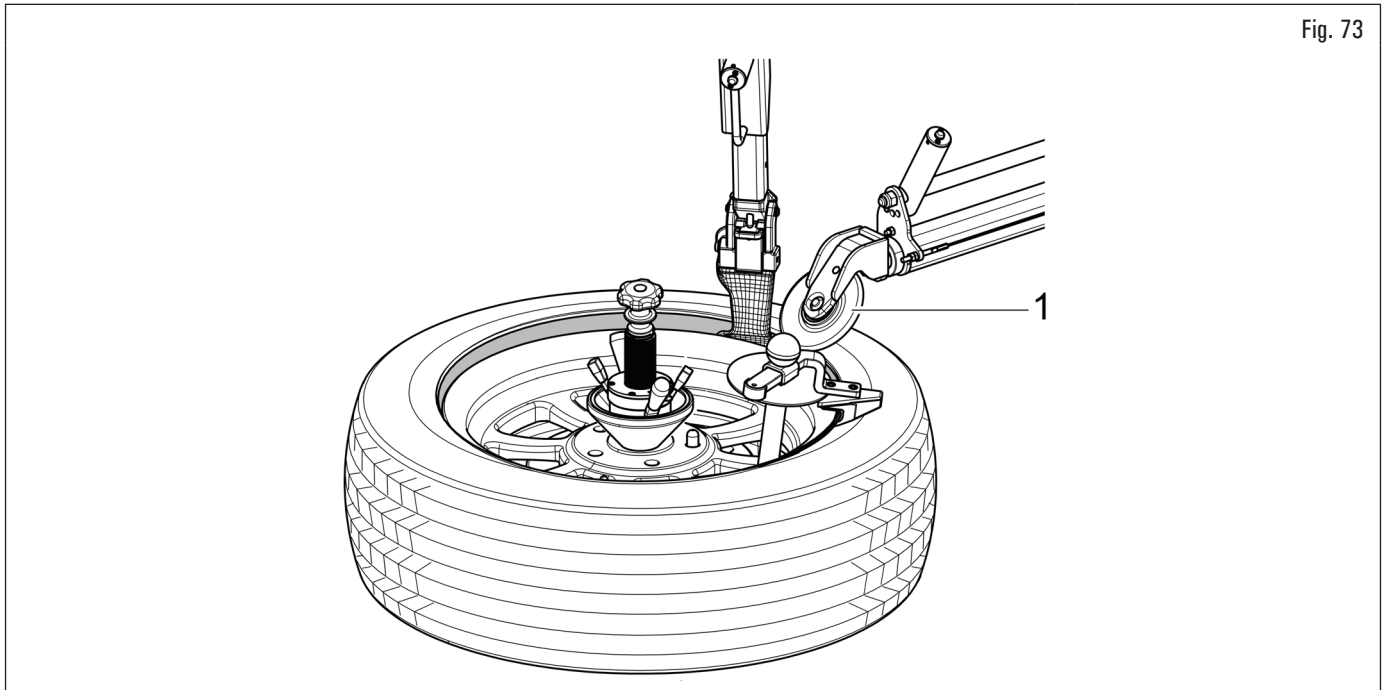

Fig. 73
2. positionner le rouleau décolle-pneus supérieur (Fig. 73 réf. 1) en moyen de maintenir le talon du pneumatique à l' hauteur de la base de la jante (voir Fig. 73) ;